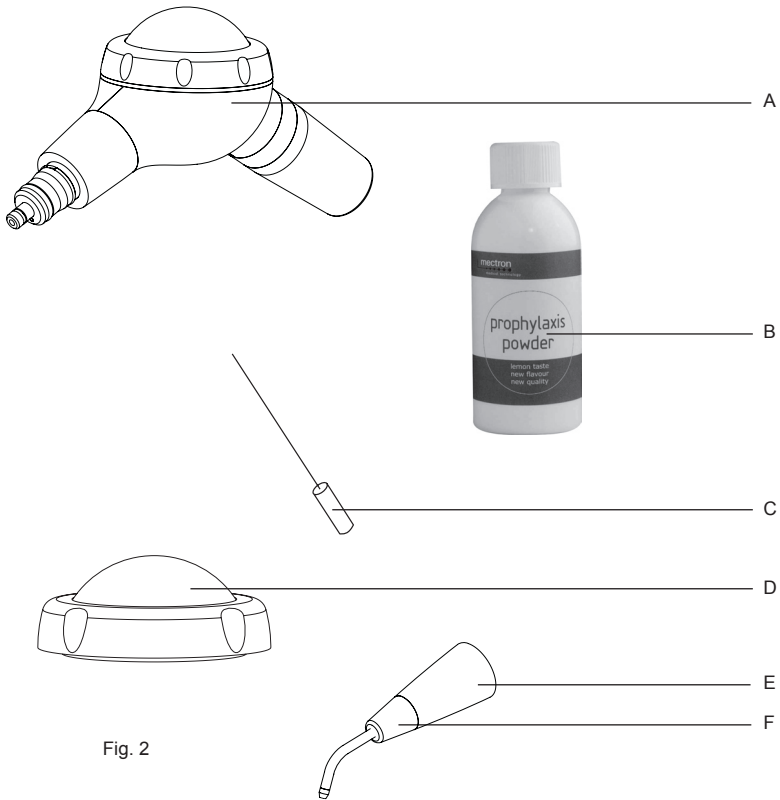

Fig. 2
- 1 Cuerpo del aparato, (Fig.2 - Ref.A).
- 1 Bote para polvo prophylaxis powder, (Fig.2 - Ref.B).
- 1 Aguja para la limpieza del terminal anterior limpiador, (Fig.2 - Ref.C).
- 1 Cúpula de recambio "easyjet pro", (Fig.2 - Ref.D).
- 1 Terminale anteriore del limpiador, (Fig.2 - Ref.E).
- 1 Capuchón del puntal terminal anterior, (Fig.2 - Ref.F).